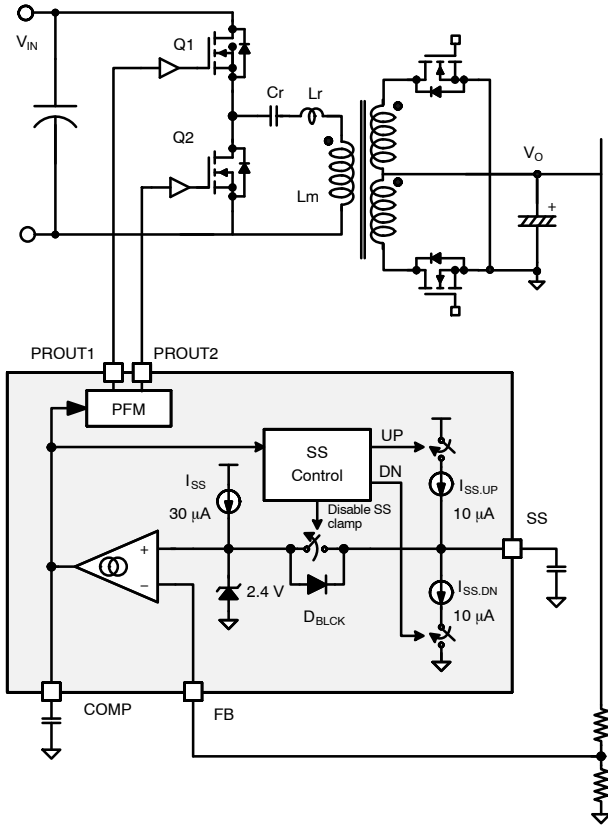

图 68. 闭环软启动的原理图
图 68 显示了反馈控制和闭环软启动的简化电路框图。在正常的稳态运行中，软启动 (SS) 引脚将连接至箝位在 2.4 V 的误差放大器同相输入端。反馈环路在检测到的输出电压与 SS 引脚电压相同时运行。在启动期间，内部电流源极 (I_{SS-T}) 会对 SS 电容器进行充电，SS 引脚电压将逐渐增加。由于处于闭环 SS 控制，因此输出电压也会单调增加。